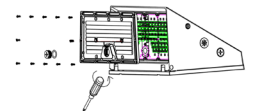

Fig. 3.3
3. Installer les optiques souhaitées sur le luminaire en s'assurant que le joint d'étanchéité est en place. Fixer solidement à l'aide des vis retirées à l'étape 1. Réinstaller le bouchon de 1/2" dans le réceptacle du détecteur de mouvement (Fig. 3.3).